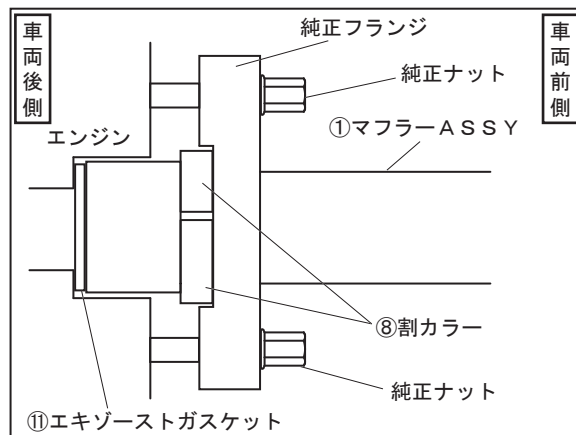

FIG. 2
5. 純正マフラーからフランジを外して①マフラーASSYのエキゾーストパイプに通して下さい。
次に①マフラーASSYをエンジンの排気ポートに取り付け、⑧割カラー、純正ナットを使用して仮締めして下さい。（FIG. 2 参照）